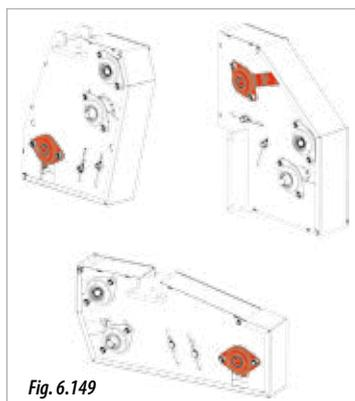
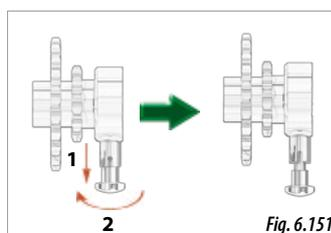
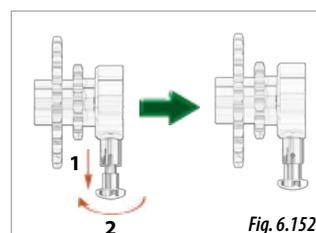

Fig. 6.149
Fig. 6.151
Fig. 6.152
Pour débrayer la transmission des trémies à microgranulés, il faut agir sur la boîte de transmission de ces trémies (voir section 3.1 VUE D'ENSEMBLE DU SEMOIR). Il existe trois types de boîtes à vitesses, toutes ayant un embrayage sur l'un des arbres (en rouge, Fig. 6.149).
- 3- Sur l'arbre de transmission portant l'embrayage (Fig. 6.149), tirez sur la sécurité et faites-la pivoter de 90° pour la bloquer en position de roue libre (Fig. 6.151).
- 3- Sur l'arbre de transmission portant l'embrayage (Fig. 6.149), tirez sur la sécurité et faites-la pivoter de 90° pour la bloquer en position de transmission (Fig. 6.152).